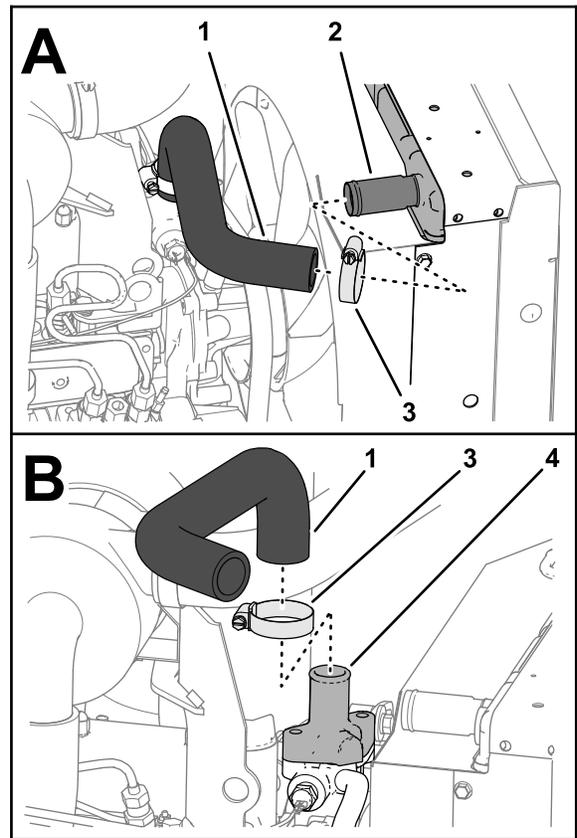

図 17
- ラジエーターの入口にラジエーター上側ホースを固定しているクランプを外してラジエーターからホースを外す 図 17。
- ラジエーター上側ホースをエンジンのサーモスタットハウジングに固定しているクランプを外してエンジンからホースを外す 図 17。